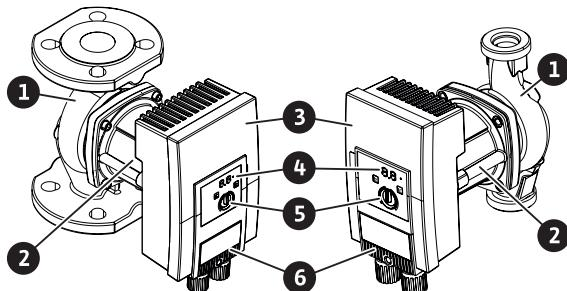

Fig. 1: Aperçu de la pompe
Un automatisme de commande (Fig. 1, pos. 3), situé sur le carter de moteur, permet de réguler le circulateur et d'établir une interface de report de défauts centralisé (SSM). Selon l'application ou la fonction de régulation sélectionnée, la régulation concerne la vitesse de rotation ou la pression différentielle. Pour toutes les fonctions de régulation de la pression différentielle, le circulateur s'adapte en permanence au besoin de puissance variable de l'installation.